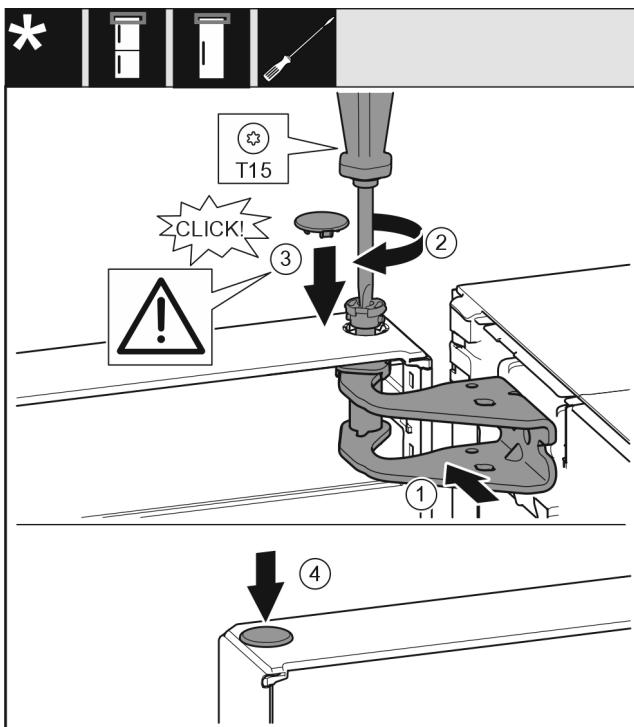

Fig. 21
- Niveloni derën lart në bazamentin mbështetës përfhapjen e saj. Fig. 21 (1)
- Futni bulonat dhe mbërthejeni me një kaçavidë T15. Fig. 21 (2)
- Montoni kapakun mbulues të siguresës përfsigurimin e derës: Futni kapakun mbulues të siguresës dhe kontrolloni nëse ai puthitet mbi derë. Nëse jo, futeni bulonin plotësisht. Fig. 21 (3)
- Vendosni tapat në vend. Fig. 21 (4)